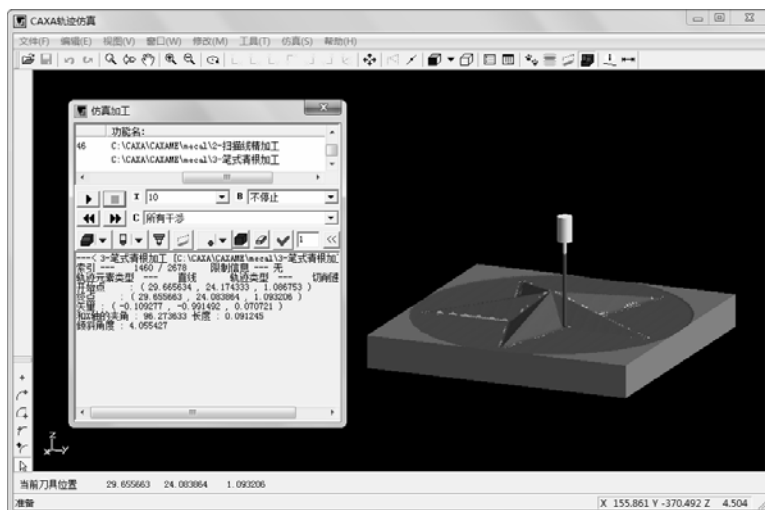

图 3-39 “仿真加工”对话框
3) 单击“播放”按钮, 系统立即进行加工仿真, 仿真加工顺序与选取刀具轨迹的顺序一致, 如图 3-39 所示。